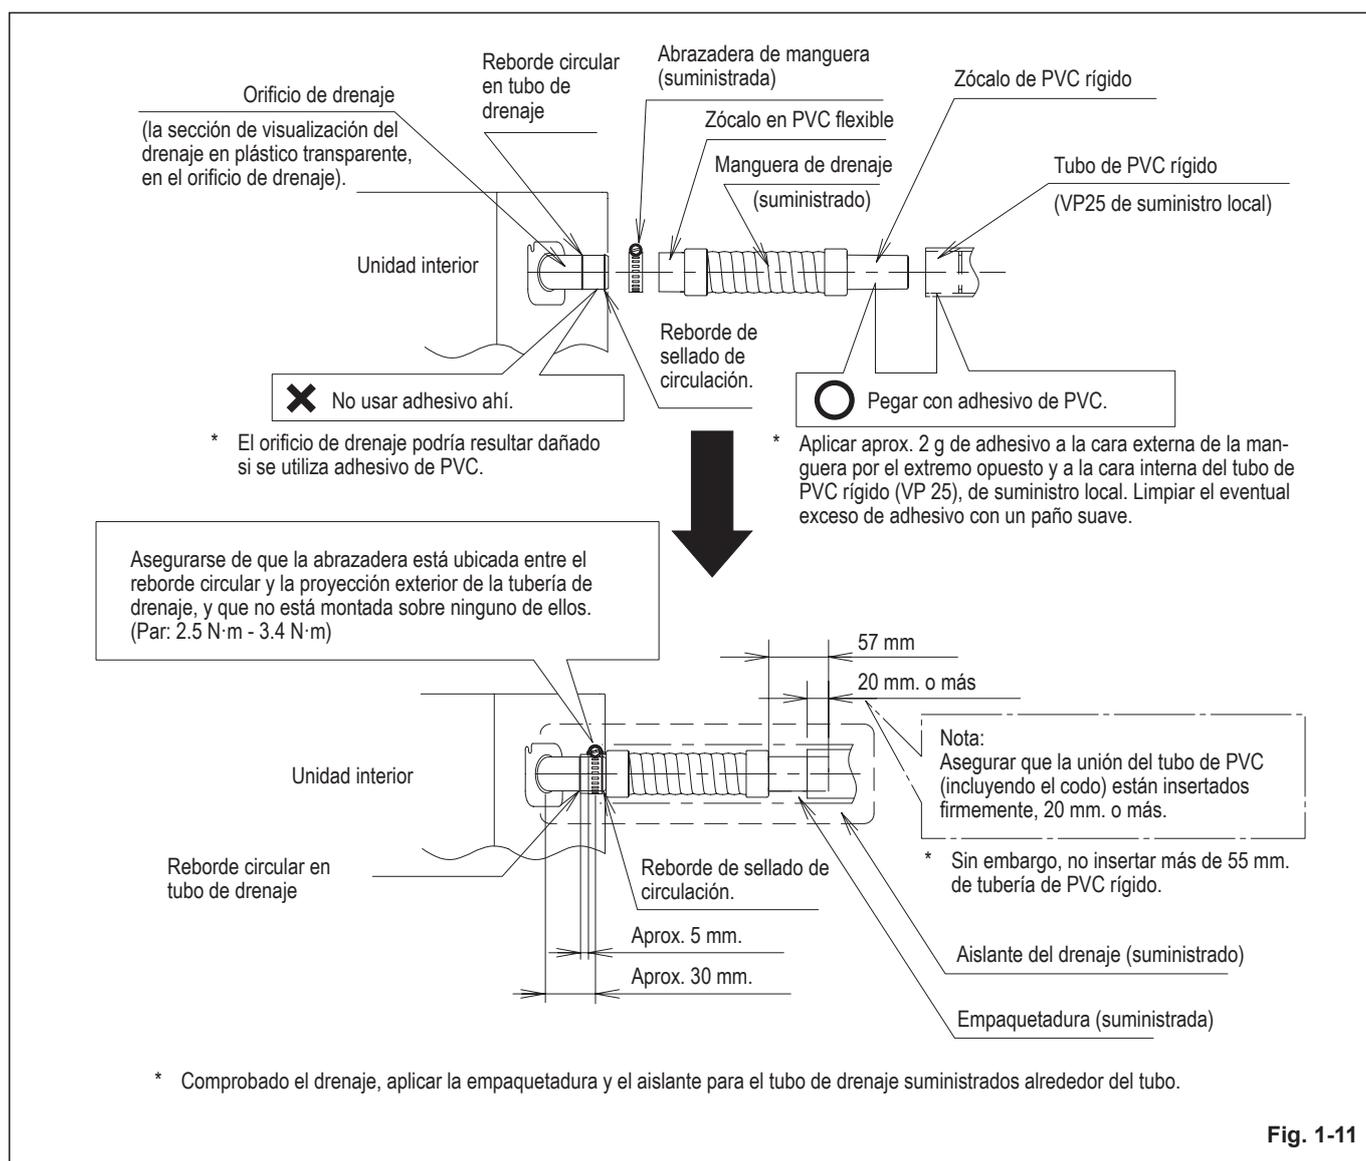

Fig. 1-11
- 3) Deslizar la abrazadera hasta que su línea media se sitúe a aproximadamente 30 mm. hacia fuera de la cubierta externa de la unidad interior. (Fig. 1-11)